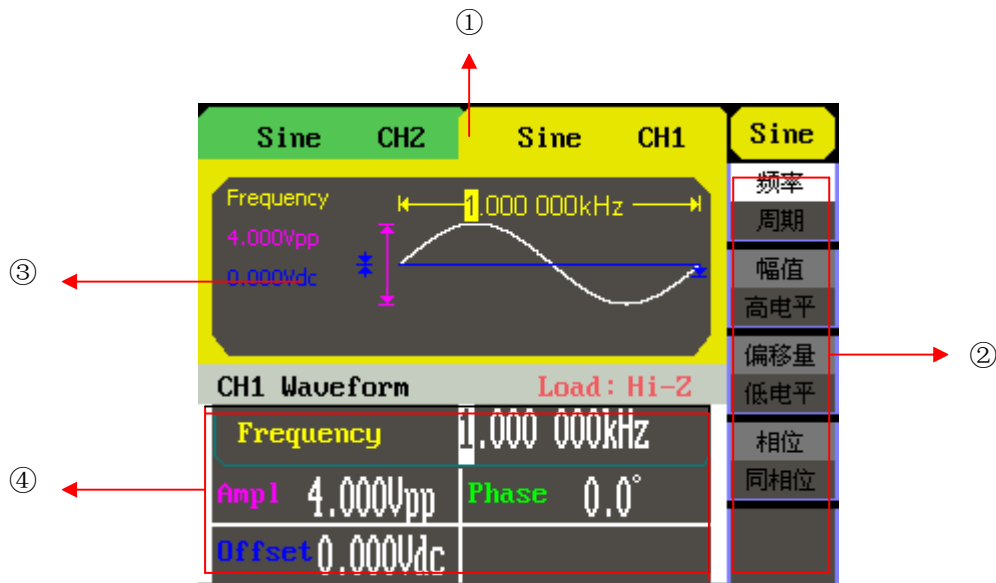

图 1-4 函数/任意波形发生器常规显示界面
函数/任意波形发生器的常规显示界面如图 1-4 所示。主要包括通道显示区、波形显示区、参数显示区和操作菜单区。通过操作菜单区我们可以选择需要更改的参数，如频率/周期、幅值/高电平、偏移/低电平、相位等参数来输出所需要的波形。
- ① 通道显示区
- ② 操作菜单区
- ③ 波形显示区
- ④ 参数显示区
如图 1-4 所示，在④参数显示区中包括 frequency（频率）、Ampl（幅值）、Phase（相位）和 Offset（偏移量）等参数，用户可在②操作菜单显示区中通过数字键、旋钮、方向键和对应的功能键来修改相应的参数值。